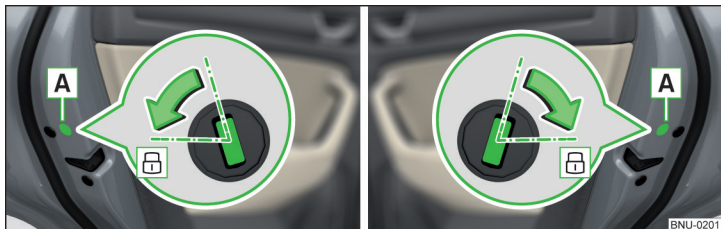

Abb. 343 Tür links / Tür rechts
- › Bei Fahrzeugen mit der Blende **A** diese Blende entfernen » Abb. 343.